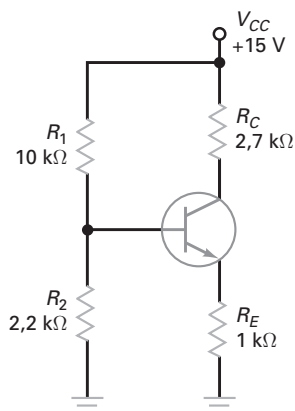

Figura 7-33
- 7-16** **MultiSim** Qual é a tensão no emissor da Figura 7-33? E a tensão no coletor?
- 7-22** Determine o ponto Q na Figura 7-33.